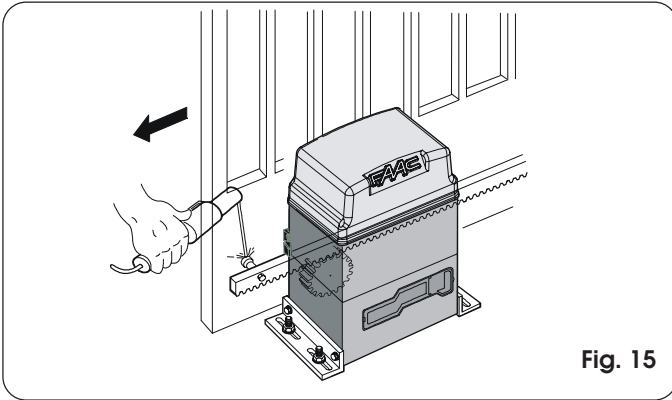

Fig. 15
- 3) Leg het eerste stuk van de tandheugel vlak op de pignon, en las de pal met schroefdraad op de poort zoals aangegeven op fig.15.